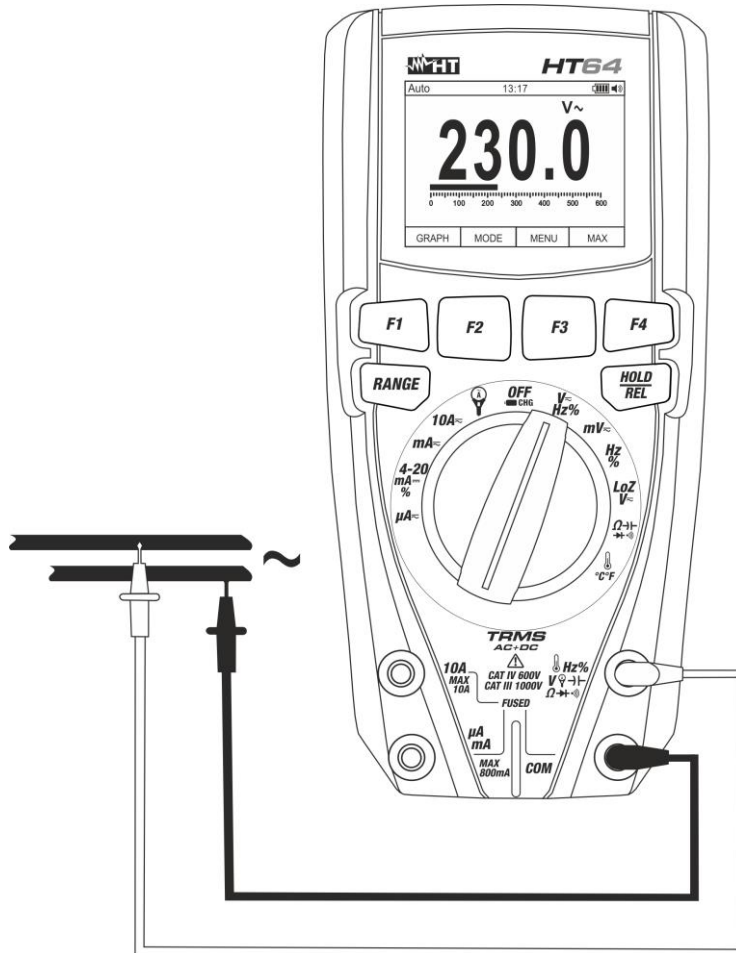

Abb. 23: Verwendung des Gerätes für Wechselspannungsmessung
4. Verbinden Sie die rote Messleitung und die schwarze Messleitung mit den gewünschten Messpunkten des zu messenden Kreises (siehe Abb. 23). Der Spannungswert erscheint auf dem Display.